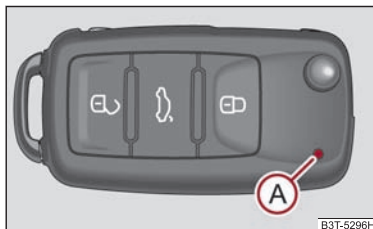
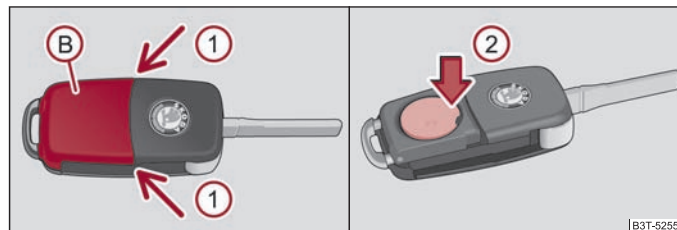

Fig. 23 Llave de radiotelemando
Fig. 24 Separar la llave con radiotelemando / cambiar la batería
Con el vehículo se suministran dos llaves con mando a distancia ⇒ fig. 23.
Cada llave con mando a distancia contiene una pila que se encuentra en la tapa (B) ⇒ fig. 24 de la carcasa del emisor. Si la pila está descargada, después de pulsar una tecla de la llave, no parpadea el testigo de control rojo (A) ⇒ fig. 23. Le recomendamos que lleve a cambiar la pilas de la llave a un concesionario autorizado Škoda. No obstante, si desea cambiar usted mismo la pila usada, haga lo siguiente:
- Retire la tapa de la pila pulsando con el pulgar o con un destornillador plano en la posición de la flecha ① ⇒ fig. 24.
- Retire la batería descargada de la llave presionándola hacia abajo en el lugar de la flecha ② ⇒ fig. 24.
Esta función de selección permite desbloquear todas las puertas, una puerta, las dos puertas del lado izquierdo o derecho del vheículo o el desbloqueo simultáneo de la puerta del conductor y del acompañante. Las otras puertas y la tapa del depósito permanecen bloqueadas y se desbloquean sólo despues de desbloquearse de nuevo con la tecla de desbloqueo en el mando a distancia ⇒ página 39, fig. 23 o con la tecla del cierre centralizado ⇒ página 44, fig. 27.